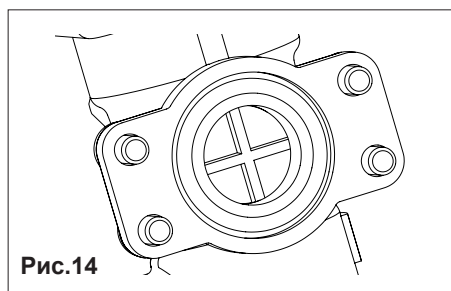

Рис.14
- вставить клапан и большую пружину, следя за тем, чтобы вращающийся диск направляющей пружины был правильно установлен (рис. 14);